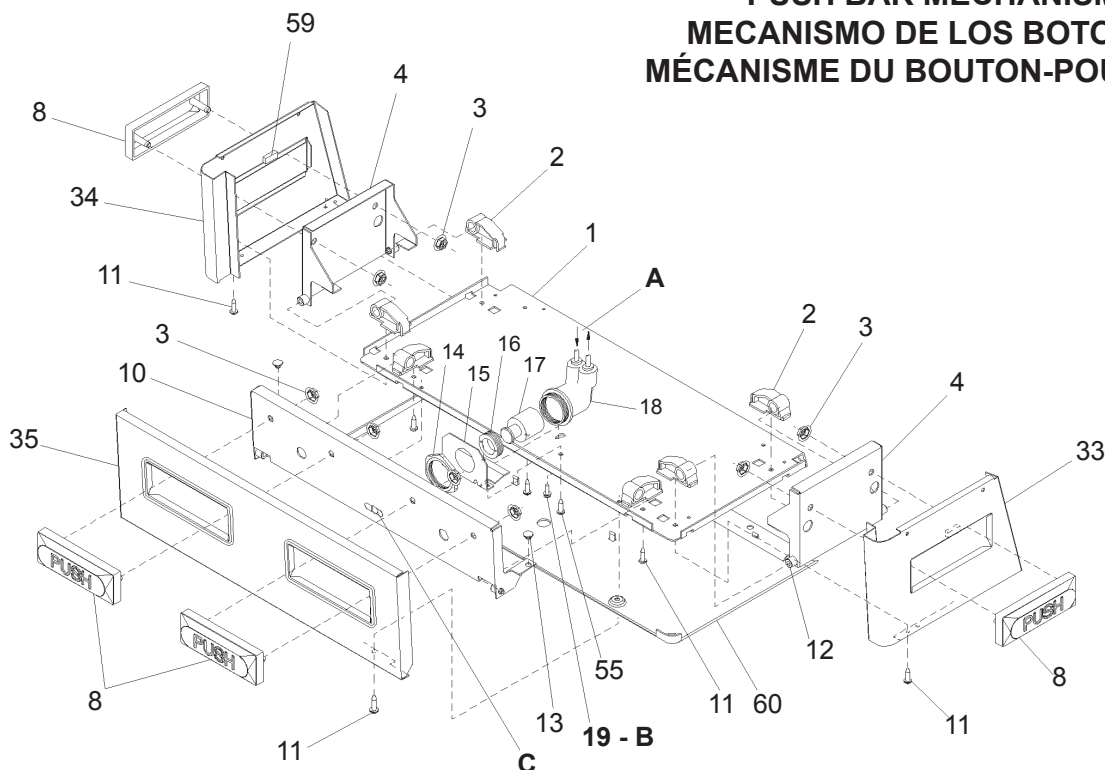

FIG. 6
- 8) Stream height is factory set at 35 PSI. If supply pressure varies greatly from this, adjust screw, accessible by removing front push panel (Item 7, Fig. 6). CW adjustment will raise stream and CCW adjustment will lower stream. For best adjustment, stream should hit basin approximately 6-1/2" (165mm) from bubbler.
- 9) Replace the front panel and secure by retightening four (4) screws.
- 8) La altura del chorro de agua se preajusta en la fábrica a 35 PSI. Si la presión del agua difiere demasiado de este valor, ajuste el tornillo, al cual se puede acceder retirando el botón pulsador frontal (Núm. 7, Fig. 6). Ajustarlo en el sentido de las manecillas del reloj elevará la altura del chorro; en el sentido contrario lo reducirá. Para un mejor ajuste, el chorro deberá caer en la tarja a una distancia de aproximadamente 6 1/2" (165mm) de la boquilla.
- 9) Vuelva a colocar el panel frontal y asegúrelo apretando nuevamente los cuatro (4) tornillos.
- 8) Le niveau d'écoulement est réglé en usine à 35 PSI. Si la pression varie beaucoup de ce point, ajustez la vis que l'on peut atteindre en retirant le panneau avant (article 7, fig.6). Si vous ajustez dans le sens des aiguilles d'une montre, le jet augmentera et dans le sens contraire, le jet diminuera. Le meilleur ajustement est lorsque le jet frappe le bassin à environ 6-1/2" (165mm) du barboteur.
- 9) Remplacez le panneau avant et fixez le en place en resserrant les quatre (4) vis.